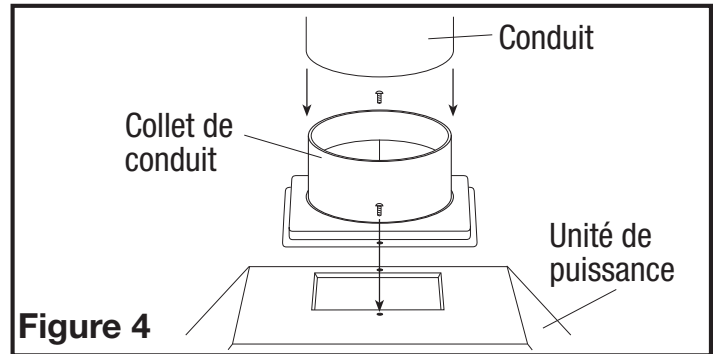

Figure 4
- Installez le collet de conduit sur la hotte avec les deux vis #6 à tête épointée (**Figure 4**).
- Quand il y a accès au dessus de l'unité, reliez la canalisation au collier de conduit et fixez-la en place en utilisant un ruban adhésif pour sceller tous les joints (**Figure 4**).